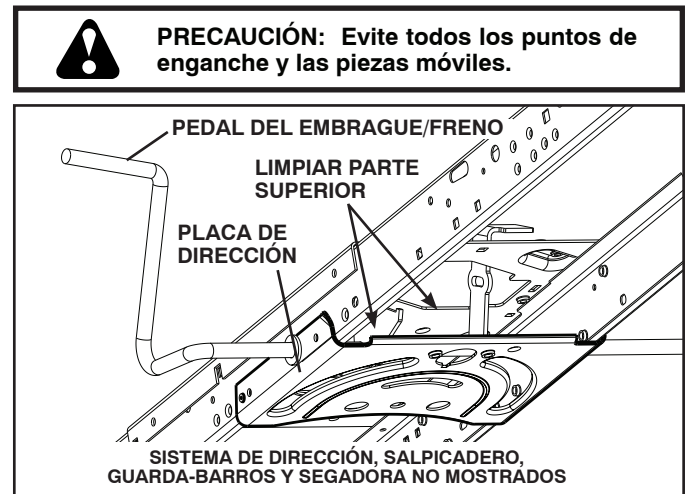

Fig. 21
- Limpie los desechos de la placa guía. Los desechos pueden limitar el movimiento del eje del pedal del freno/embrague, lo que hará que patine la correa y que se pierda la tracción. Vea Fig. 21.